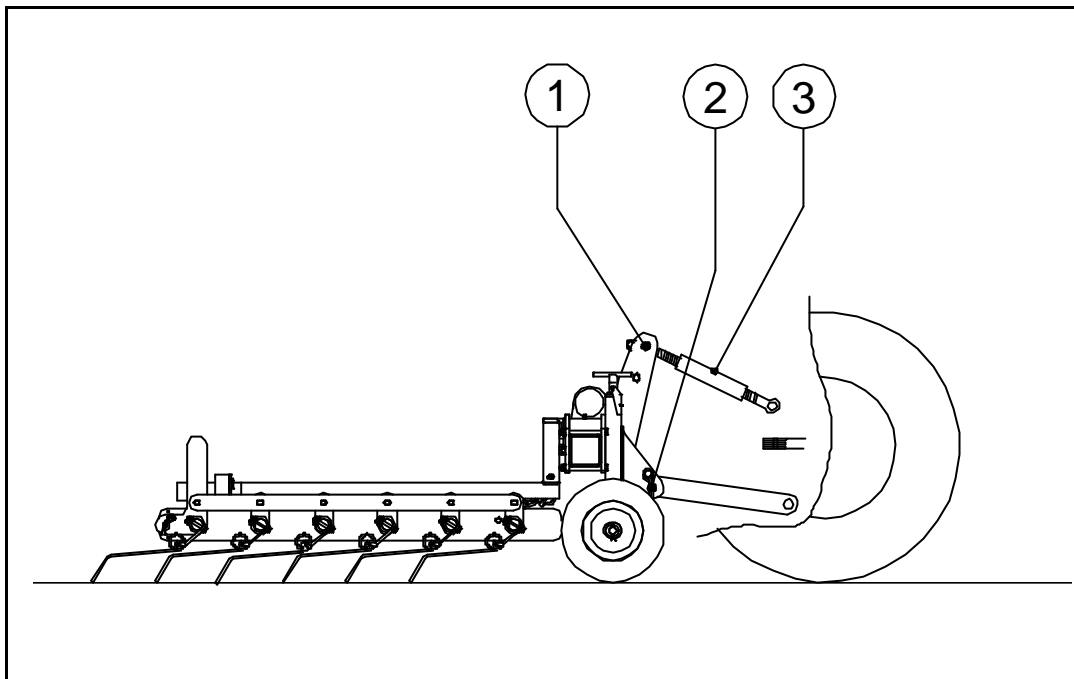

Fig. 8
La méthode est la suivante : (Fig 8.)
3. Vissez la tige supérieure 3 afin que la machine vienne se placer à la verticale vis-à-vis du sol. (voir Fig.8)